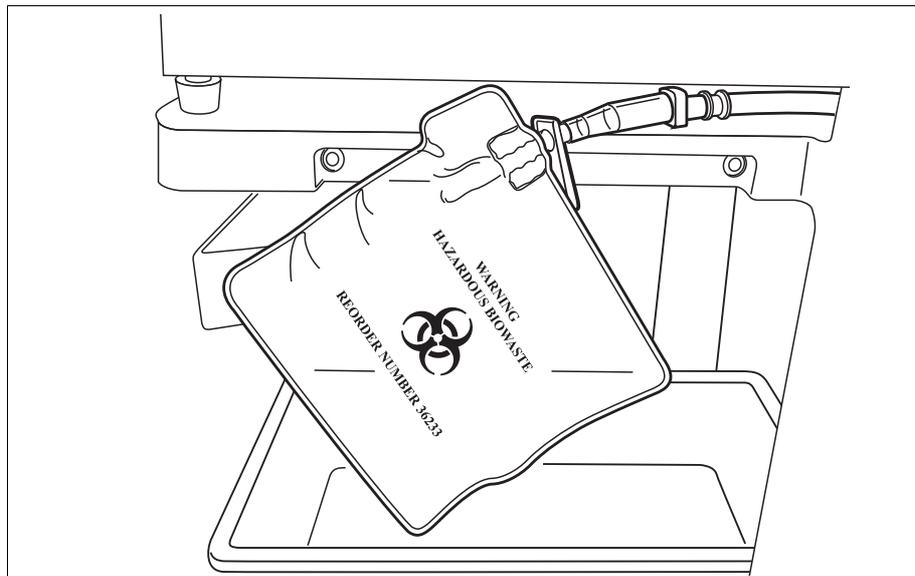

Figure 48, Laisser la poche à déchets présentant des risques biologiques pendre du plateau
3. S'assurer que la tubulure n'est ni pliée ni tordue; laisser la poche et sa tubulure pendre du tube de vidange (voir la Figure 48).